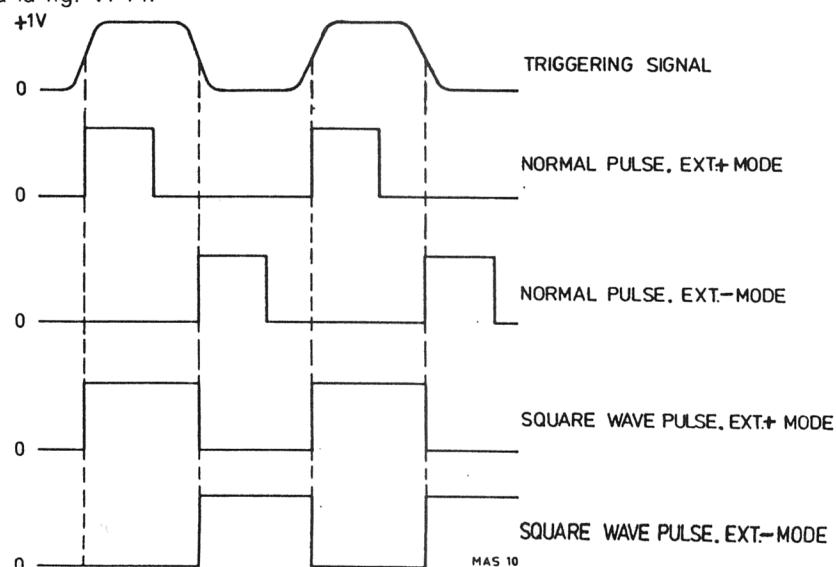

Fig. VI-14 : Déclenchement externe PM 5704
- Régler la durée sur 10 µs. Se référer à la fig. VI-14.
- Observer que les impulsions de sortie ont le même temps de répétition que le signal de déclenchement mais une durée d'impulsion égale à celle réglée avec les commandes DURATION. Fig. VI-14.
- Remarquer que le temps de répétition et la durée sont déterminées par le signal de déclenchement. Se référer à la fig. VI-14.